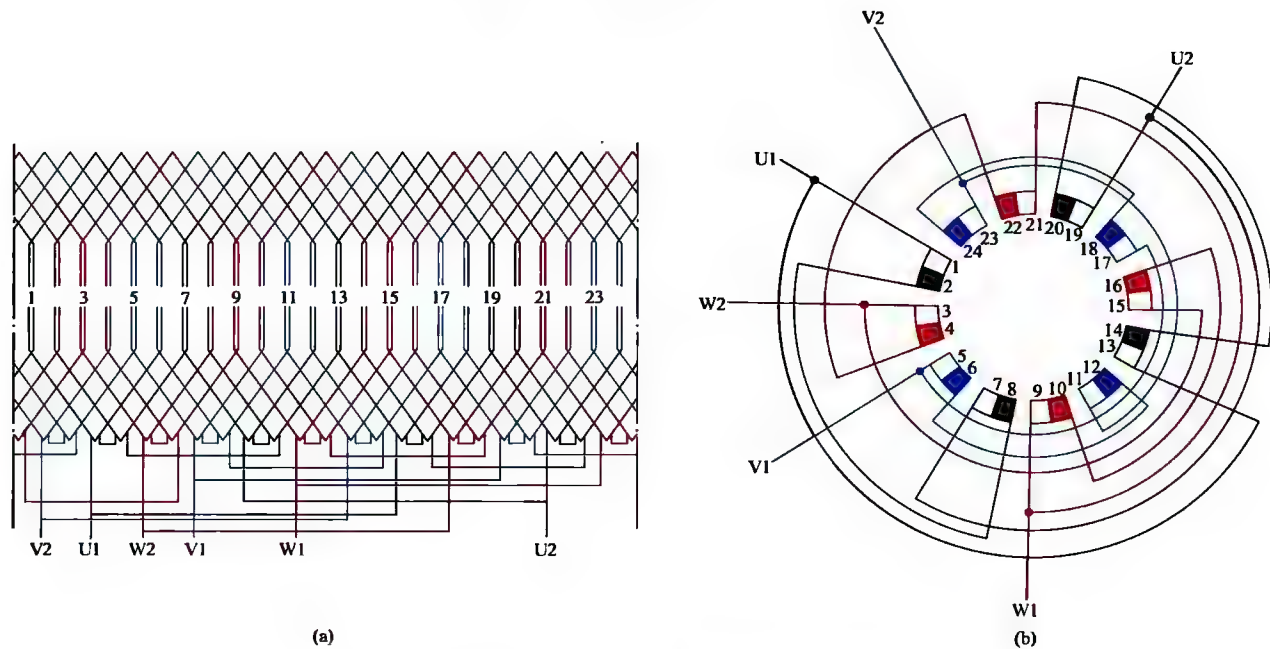

图 1-26 三相 4 极 24 槽双层叠绕组 2 路接法
26. 三相 4 极 24 槽双层叠绕组 2 路接法展开图与接线圆图（见图 1-26）